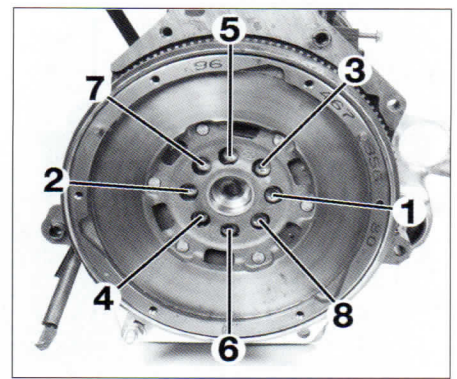

FIG. 64
- Montar el volante motor y apretarlo al par en el orden indicado (**fig. 64**).